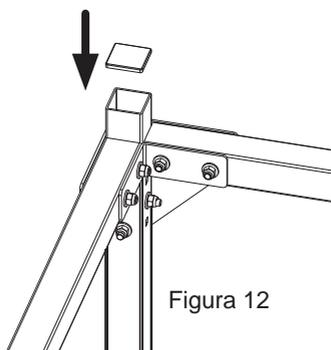

Figura 12
**11** - Inserire nella parte superiore dei quattro montanti i quattro tappi di sicurezza in plastica come evidenziato nella figura 12.